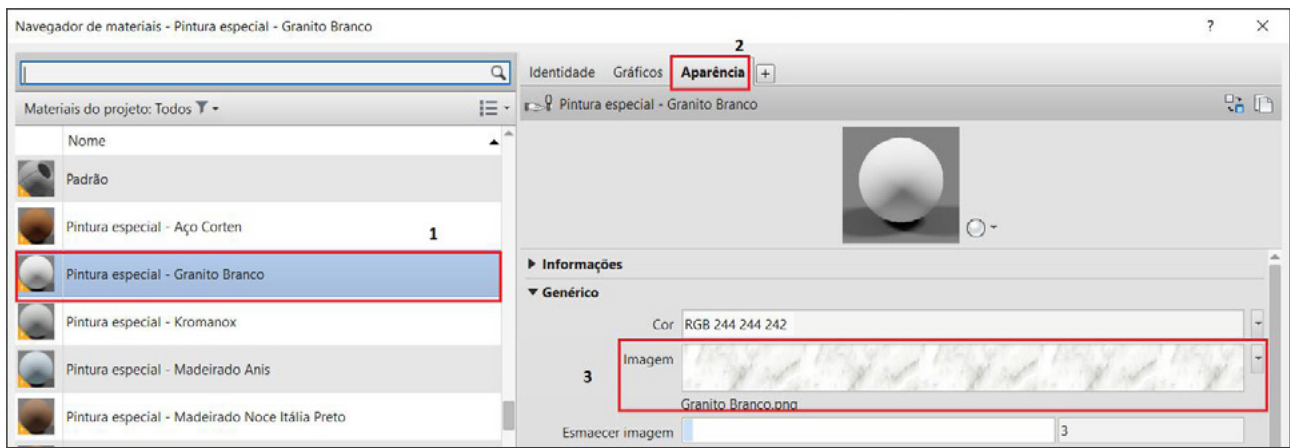

Figura 4 – Textura do material “Pintura especial – Granito Branco”.
8. No lado direito da janela "Navegador de materiais", clique na aba "Aparência" e observe na propriedade "Imagem" se você está visualizando corretamente a imagem do material selecionado. A Figura 4 mostra como material deverá se parecer;
Também compõem os arquivos desta biblioteca 3 arquivos de extensão *.rvt contendo o *show room* (Figuras 1, 2 e 3) das famílias paramétricas e uma pasta contendo as texturas utilizadas em pinturas especiais de telhas e painéis (Figura 4).